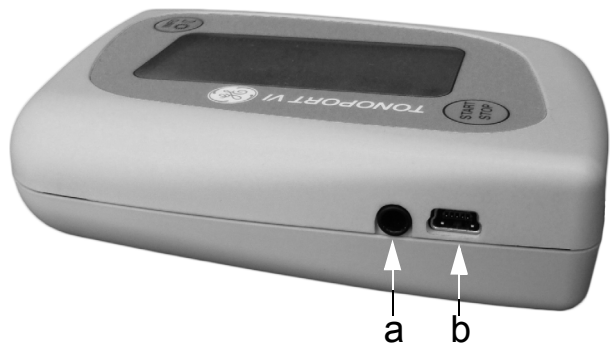

Fig. 5-1 Tilkobling for PC-kabel
TONOPORT VI brukes (**b**, Fig. 5-1)
TONOPORT VI brukes (**a**, Fig. 5-1)
*For å kunne bruke USB-porten på TONOPORT VI (b, Fig. 5-1), må du installere USB-driveren og sjekke kommunikasjonen som beskrevet nedenfor.*